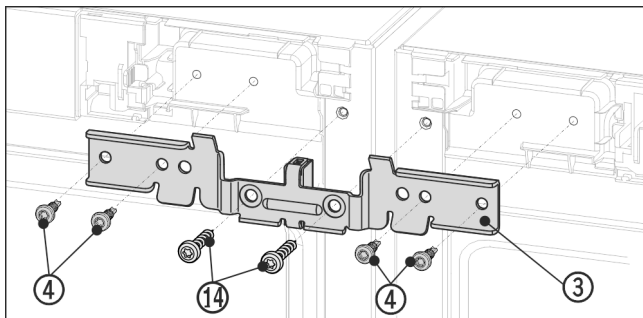

Fig. 13 Przykładowa prezentacja
- ▶ Wsunąć kątownik Fig. 13 (3) z elementem dystansowym między urządzenia i na czop. Przykręcić luźno kątownik przy użyciu czterech śrub Fig. 13 (4) oraz wykręconych wcześniej śrub uziemiających Fig. 13 (14) na zmianę po prawej i lewej stronie.